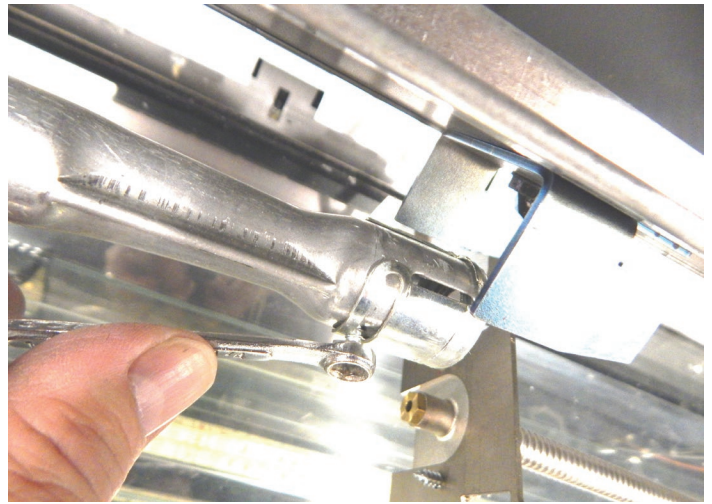

Figure 7
14. À l'aide d'une clé de 1/4 po, desserrer la vis de l'obturateur d'air, puis ajuster l'obturateur en le faisant pivoter à la position ouverte de 1/16 po (2 mm). **Voir Figure 7.**